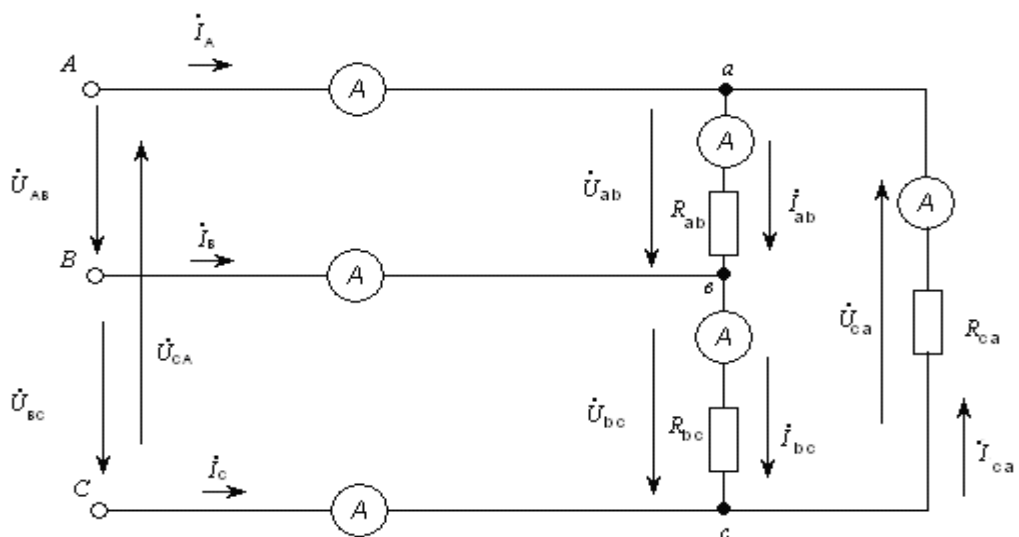

Рисунок 6.1 – Схема соединения приемника треугольником
Нарисовать схему трехфазной цепи при соединении треугольником. На схеме указать линейные и фазные токи, напряжения (рисунок 6.1).
6.2.1 Собрать трехфазную цепь с нагрузкой, соединенной треугольником (рисунок 6.1), состоящей из трех резисторов с одинаковыми сопротивлениями R_{ab} , R_{bc} , R_{ca} . Установить значения фазных ЭДС по указанию преподавателя. Предусмотреть приборы для измерения напряжений и токов. Измерить значения фазных и линейных токов и напряжений в симметричном режиме и занести их в таблицу 6.1.